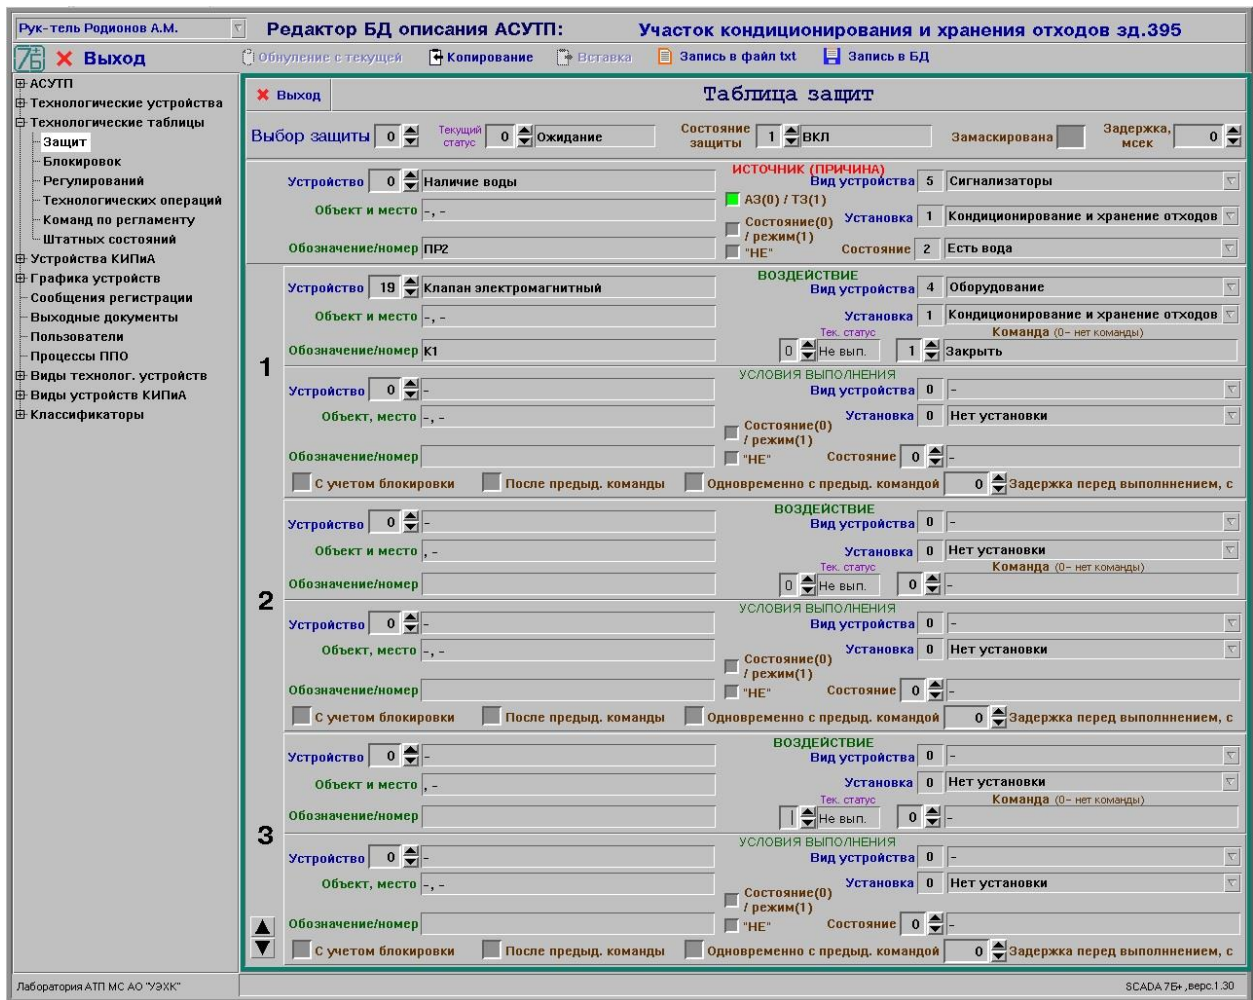

Рисунок 25 - Окно редактирования таблицы защит
8.15.1 После выбора в иерархическом списке темы «Защит» (группа тем «Технологические таблицы») на экране будет отображено окно редактирования таблицы защит (см. рис. 25).